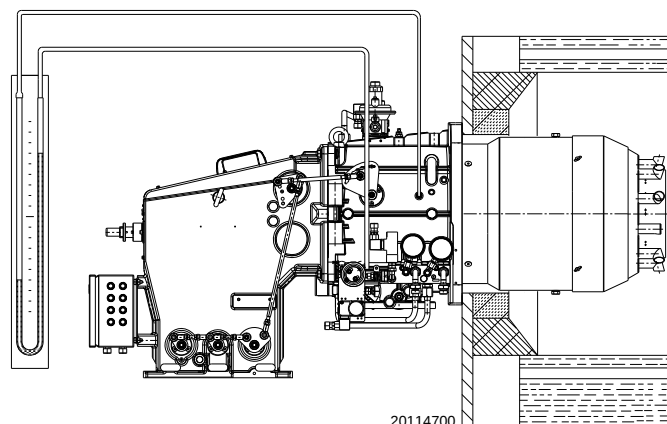

Fig. 37
- Montare un manometro a U o un manometro di tipo differenziale (Fig. 37), con presa (+) sulla pressione del gas del manicotto e (-) in camera di combustione. Serve a ricavare approssimativamente la potenza MAX del bruciatore.
L'arrivo del gas al manicotto è evidenziato dal manometro ad U (Fig. 37) oppure con l'ausilio di un manometro digitale posto sulla presa di pressione sotto il manicotto.